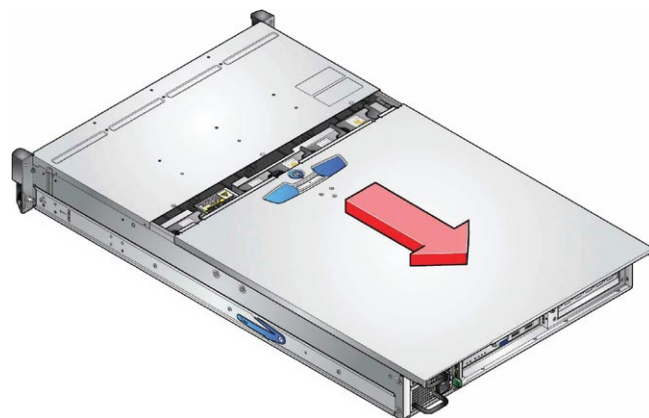

Figura 3: Rimozione della copertura del gruppo
1. Rilasciare la copertura superiore del gruppo ruotando il meccanismo di chiusura nella posizione di 'sblocco' e far scorrere indietro la copertura finché non si ferma (vedere la figura 3).